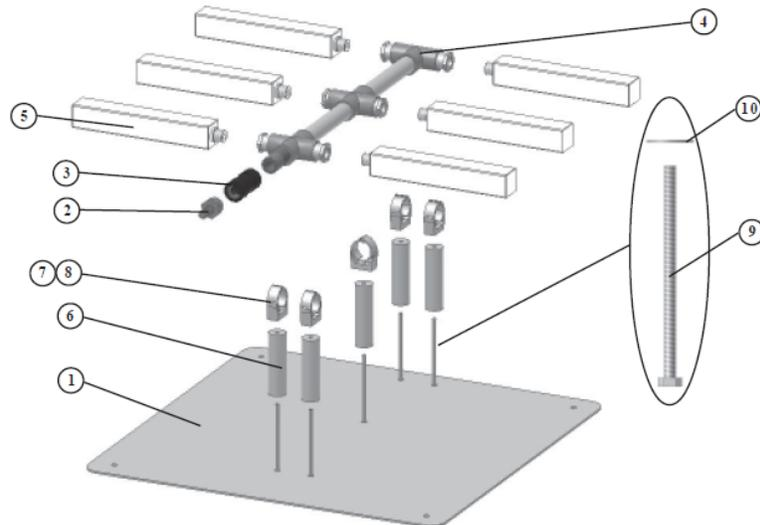

Figura 10b: vista detallada del conjunto de difusores de piedra
1. Montaje de los separadores: localice los cinco orificios en el centro de la barrera del colector (1), coloque las arandelas gruesas sobre los pernos de cabeza hexagonal (9) e inserte los pernos a través de los orificios desde la parte inferior de la barrera. Deslice los separadores de PVC (6) sobre los pernos desde la parte superior y enrosque las abrazaderas de tubo (7) en los pernos (**consulte la Figura 10b**). La tuerca adaptadora roscada de acero inoxidable de 1/4"-20 (8) se presiona dentro de la abrazadera de tubo para fijar el perno. No apriete los pernos. Este será el último paso.
2. Montaje de la válvula de retención: enrosque la válvula de retención (3) y el adaptador de púas de PVC (2) en el conjunto de tubería del colector (4) tal y como se muestra. No apriete en exceso. Asegúrese de que la flecha en la válvula de retención apunte hacia el conjunto del colector en la dirección del caudal de aire. La válvula de retención ayudará a evitar que el flujo de agua vuelva a la línea de aire cuando el compresor no está en funcionamiento.
4. Instalación de los difusores: enrosque los seis difusores de piedra (5) en el conjunto de tubería del difusor (4) (**se muestra en la Figura 10b**). Para evitar dañar los empalmes, enrosque solamente el difusor hasta que haga tope con la mano; **no apriete en exceso**. No aplique sellante para roscas.